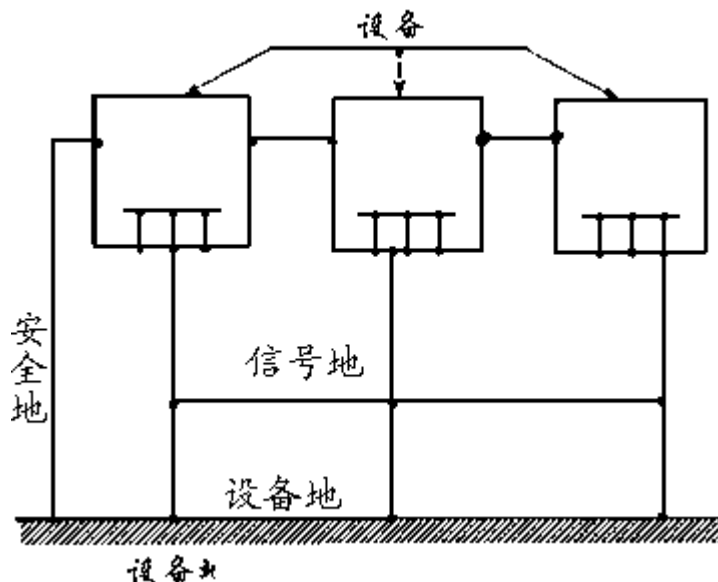

图 2 多点接地
(2) 多点接地：如图 2 所示，从图中可以看出，设备内电路都以机壳为参考点，而各个设备的机壳又都以地为参考点。这种接地结构能够提供较低的接地阻抗，这是因为多点接地时，每条地线可以尽可能短；并且多根导线并联能够降低接地导体的总电感。在高频电路中必须使用多点接地，并且要求每根接地线的长度小于信号波长的 $1/20$ 。